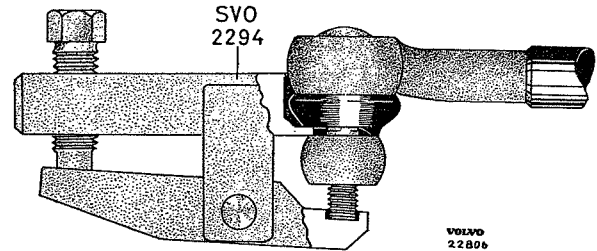

Fig. 6-48. Demontage kogelgewricht
2. Maak de stuurkogels van de stuur- en spoorstang met SVO 2294 los van de hulpstuurarm, Fig. 6-48.